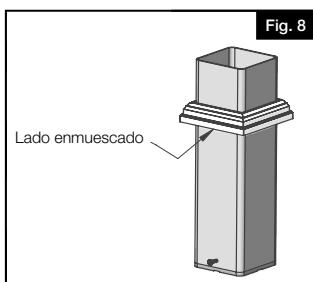

Fig. 8
Fixer la colonne en PVC à chacune des plaques de montage à l'aide des 2 vis no 10 x 1 po (25 mm) fournies (Fig. 8).
Fije la columna de PVC a cada una de las placas de montaje con los (2) tornillos #10 x 1" (2.54 cm) proporcionados (Fig. 8).